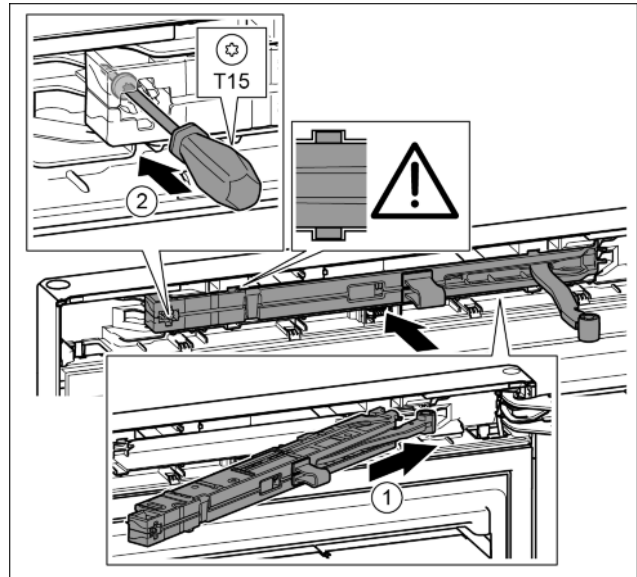

Fig. 38
- ▶ Вставить узел амортизатора со стороны опорного кронштейна в выемку до упора под наклоном. Fig. 38 (1)
- ▶ Затянуть винт отверткой T15. Fig. 38 (2)